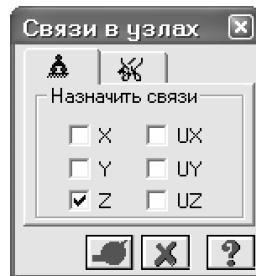

Рис.7.10. Диалоговое окно **Связи в узлах**
- С помощью пункта меню **Схема ⇒ Связи** (кнопка  на панели инструментов) вызовите диалоговое окно **Связи в узлах** (рис.7.10).
- В этом окне, с помощью установки флажков, отметьте направления, по которым запрещены перемещения узлов (Z).